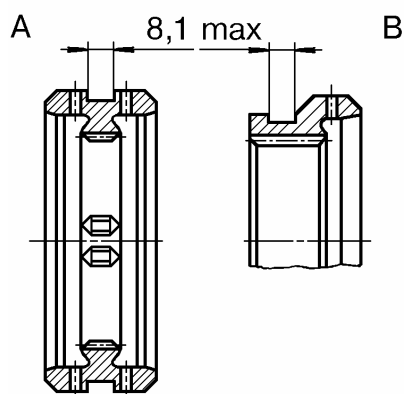

Рис.44. Скользящая муфта синхронизатора:
4.2.13 Скользящая муфта синхронизатора - 2101-1701116, 2107-1701176, рис.44.